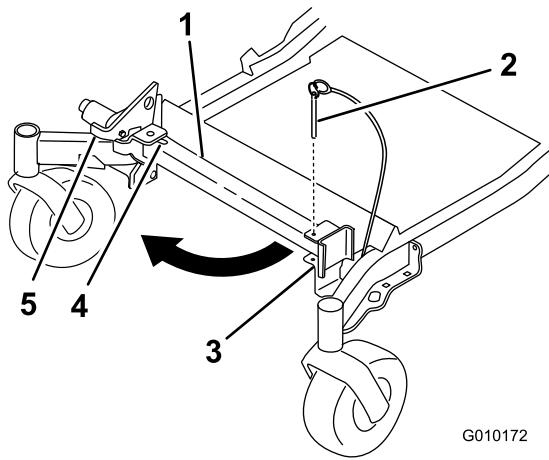
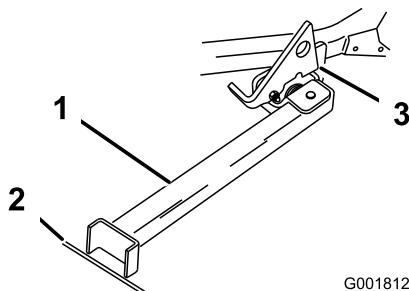

Bild 42
Bild 43
2. Nehmen Sie den Halterungsstift ab (Bild 42).
4. Drehen Sie den Ständerfuß nach vorne heraus und schieben ihn zur Maschine hin in den unteren Schlitz (Bild 42 und Bild 43).
5. Stellen Sie den Fuß auf den Boden und lassen Sie den Riegel auf der Drehzapfennase aufliegen (Bild 43).
**Hinweis:** Stellen Sie den Ständerfuß am besten in Risse auf Gehwegen oder in der Grünfläche (Bild 43).
- 7. Fahren Sie die Maschine auf den Ständer. Halten Sie an, wenn der Riegel über der Nase in die arretierte Stellung einrastet (Bild 43).